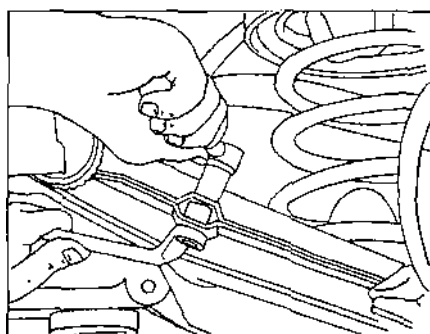

Рис. 5.32.
• открутить гайки, снять упругие шайбы и извлечь из отверстий болты, с помощью которых стержень стабилизатора крепится к рычагам подвески (рис. 5.32);